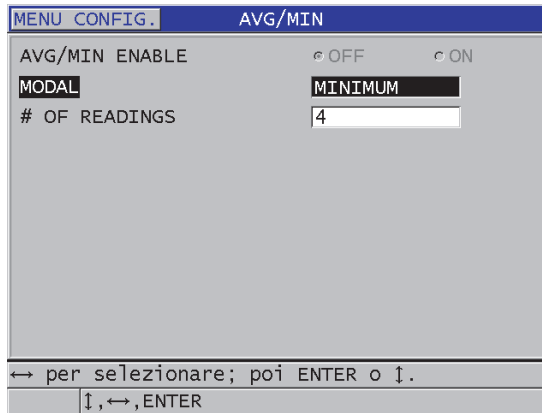

Figura 10-16 Apertura della finestra di dialogo di misura media e minima
3. Nella schermata AVG/MIN (vedi Figura 10-16 a pagina 183):